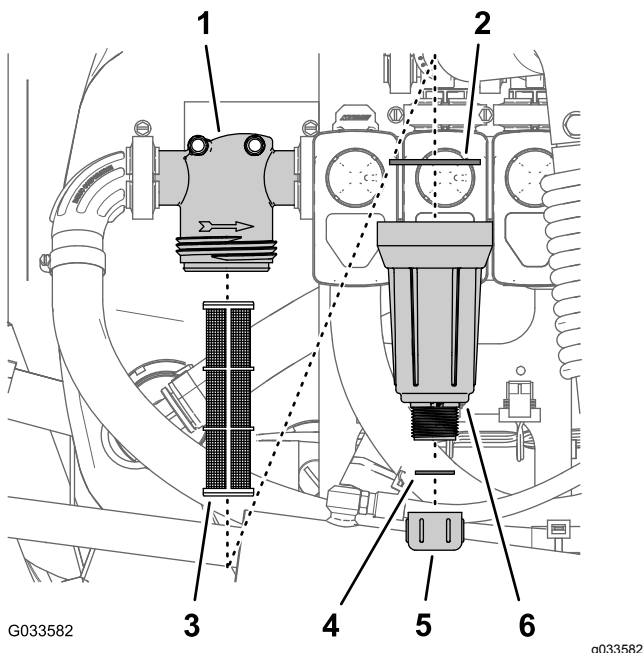

Figure 79
2. Placez un bac de vidange sous le filtre sous pression (Figure 79).
3. Tournez le bouchon de vidange dans le sens antihoraire et déposez-le de la cuvette du filtre sous pression (Figure 79).
4. Tournez la cuvette dans le sens antihoraire et déposez la tête du filtre (Figure 79).
5. Retirez l'élément du filtre sous pression (Figure 79).
7. Contrôlez l'état et l'usure du joint du bouchon de vidange (à l'intérieur de la cuvette) et du joint de la cuvette (à l'intérieur de la tête du filtre) (Figure 79).
8. Montez l'élément filtrant dans la tête du filtre sous pression (Figure 79).
9. Vissez la cuvette sur la tête du filtre et serrez-la à la main (Figure 79).
10. Vissez le bouchon de vidange sur le raccord au fond de la cuvette et serrez-le à la main (Figure 79).